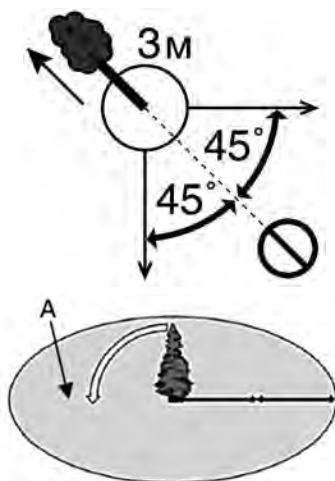

Рис. 8 Зона безопасности при валке дерева
4. Должен быть безопасный путь отхода. Путь отхода должен быть направлен по диагонали в сторону, противоположную направлению падения, под углом 45 градусов, необходимо отойти минимум на 3 метра от ствола, на тот случай, если во время падения комель дерева отскочит в сторону. Зона безопасности (А) должна быть не менее  $2\frac{1}{2}$  высоты дерева (Рис. 8).